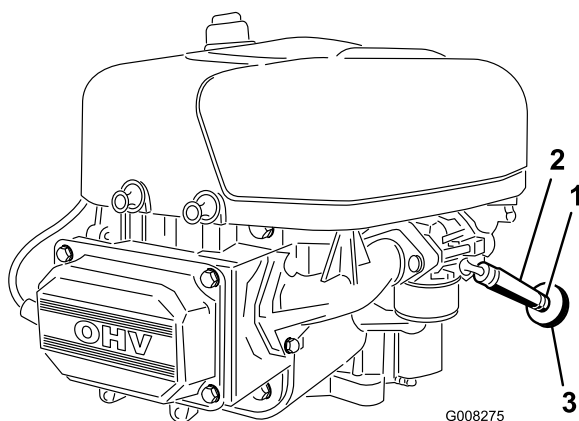

Figura 27
7. Allentate la fascetta stringitubo e spostatela in alto sul tubo del carburante, lontano dalla valvola di intercettazione del carburante (Figura 27).
8. Togliete i tubi del carburante dal filtro del carburante (Figura 27).
11. Infilate la fascetta vicino al filtro del carburante, per fissare il tubo del carburante (Figura 27).
Il momento più opportuno per sostituire il filtro del carburante (Figura 27) è quando il serbatoio del carburante è vuoto. Non rimontate mai il filtro carburante sporco dopo averlo tolto dal tubo di alimentazione del carburante.